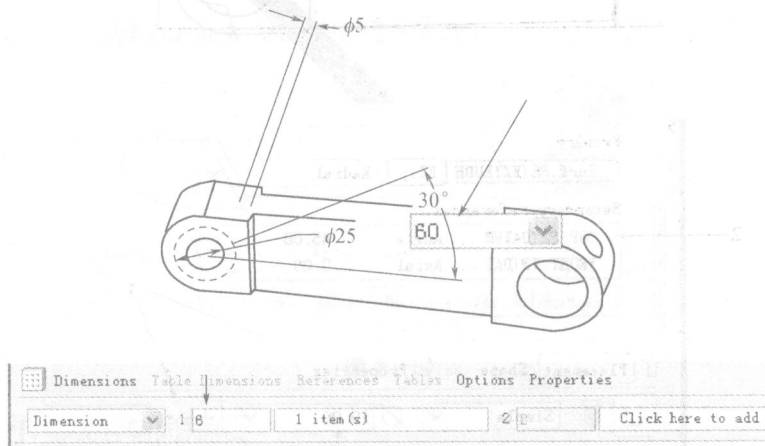

图 7-19
② 点击 , 完成左侧径向孔。
③ 选择刚刚建构的孔 → 点击阵列按钮  → 点选增量尺寸为角度“30.00” → 输入增量为“60”, 并回车(如图7-19所示) → 输入阵列数量为“6”。